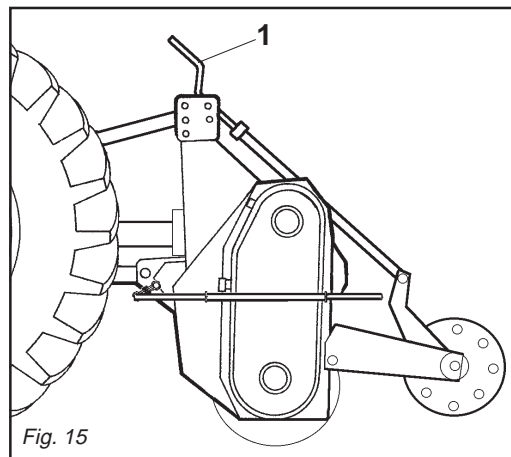

Fig. 15
**Zappatrici con rullo:** la regolazione della profondità in queste zappatrici si effettua ruotando la manovella centrale (1 Fig. 15).
**Machine with roller:** *to adjust working depth on this type of machine is adjusted either the center crank (1 Fig. 15).*
**Maschine mit Walzen:** die Tiefeneinstellung bei diesen Maschinen erfolgt über den zentralen Handgriff (1 Abb. 15).
**Machine avec rouleau:** *pour le régler de la profondeur sur ces machines s'effectue avec la manivelle centrale (1 Fig. 15).*
**Máquinas con rodillo:** el ajuste de la profundidad en estas máquinas se efectúa por medio de la manivela central (1 Fig. 15).